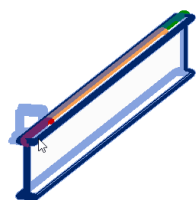

图 8-20 单击结构
(1) 在视图中绘制一段梁。
(2) 单击“钢”选项卡“修改器”面板“连接端切割倾斜”按钮，单击结构图元的任一端，如图 8-20 所示。